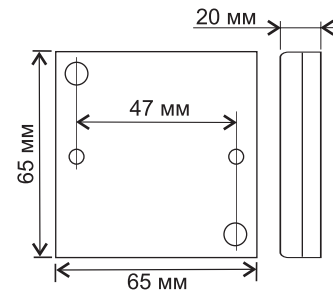

Рис.2 Габариты изделия.
- Разметьте и просверлите отверстия под размер крепежных отверстий считывателя (рис.2).